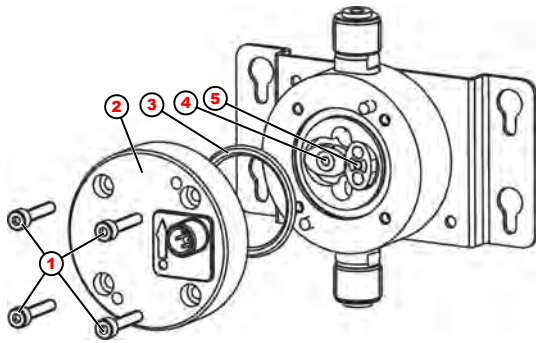

Abb. 5: Wartung
- 1.** Am Ovalradzähler die 4 Schrauben (Abb. 5, Pos. 1) herausdrehen.
- 2.** Deckel (Abb. 5, Pos. 2) abnehmen.
- 3.** Die beiden Ovalräder (Abb. 5, Pos. 4 + Pos. 5) entfernen und reinigen oder ersetzen.
*Es wird empfohlen grundsätzlich die O-Ring-Dichtung (Abb. 5, Pos. 3) zwischen Deckel und Gehäuse zu erneuern.*